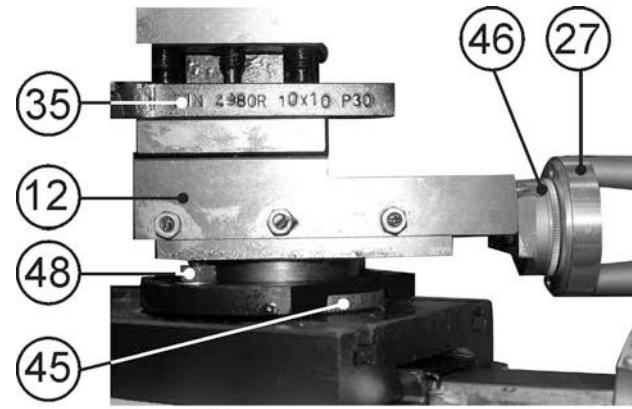

Рис.16
10.3.6. Для выполнения конусного точения ослабьте два болта (48), установите поворотный суппорт (12) на необходимый угол по показаниям шкалы (45), зафиксируйте положение поворотного суппорта (12) двумя болтами (48), Рис.16.
10.3.7. Конусное точение выполняется вращением маховика подачи поворотного суппорта (27) для перемещения резца (35). Размер контролируется по показаниям лимба (46) (1деление=0.025мм), Рис.16.